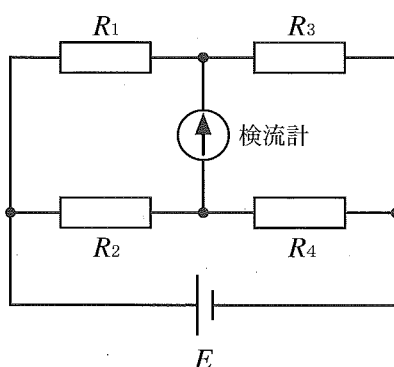

図2
(1) 図2のブリッジ回路において、平衡条件を表す式はどれか。
(2) 図2のブリッジ回路において、回路全体で1分間に発熱した熱エネルギーは何[kJ]か。